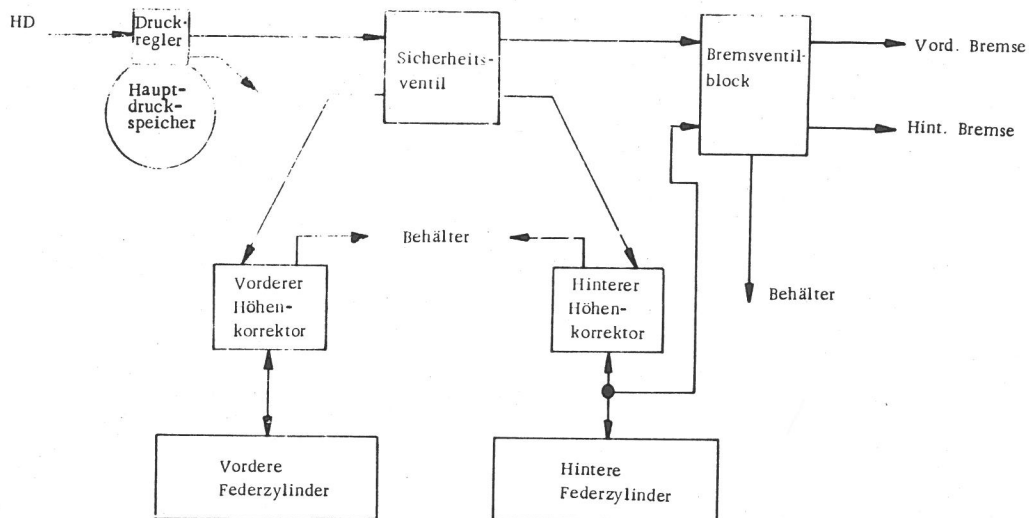

Fig. 26. Principskitse for bremsekredsløbet.
Som det vil ses af fig. 26 fødes forre- ste kredsløb fra trykkilden, medens bageste kredsløb fødes gennem bage- ste affjedringssystem.
- Oversættelse af tekst se fig. 26 og 27.